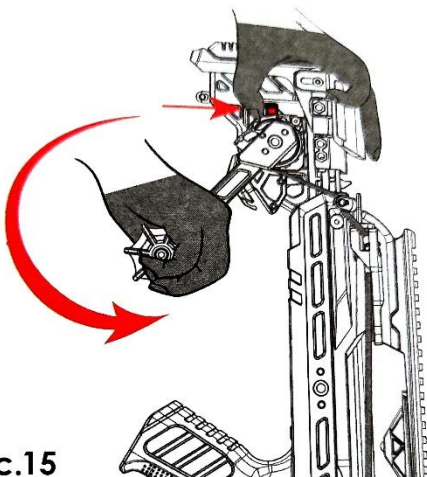

Рис.15
10. Зажав рычаг блокировки, сделайте 2 – 3 оборота ручки против часовой стрелки (Рис.15).